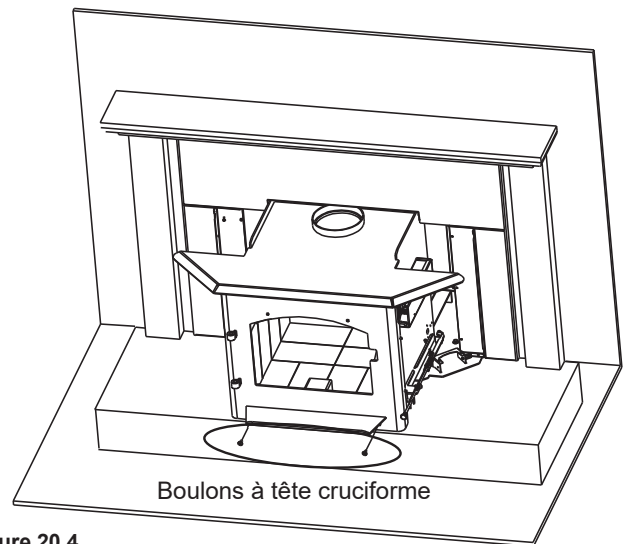

Figure 20.4
1. Glissez l'appareil dans la coque extérieure. Fixez avec les boulons à tête cruciforme retirés précédemment du dessous du collecteur de cendres (**Figure 20.4**).